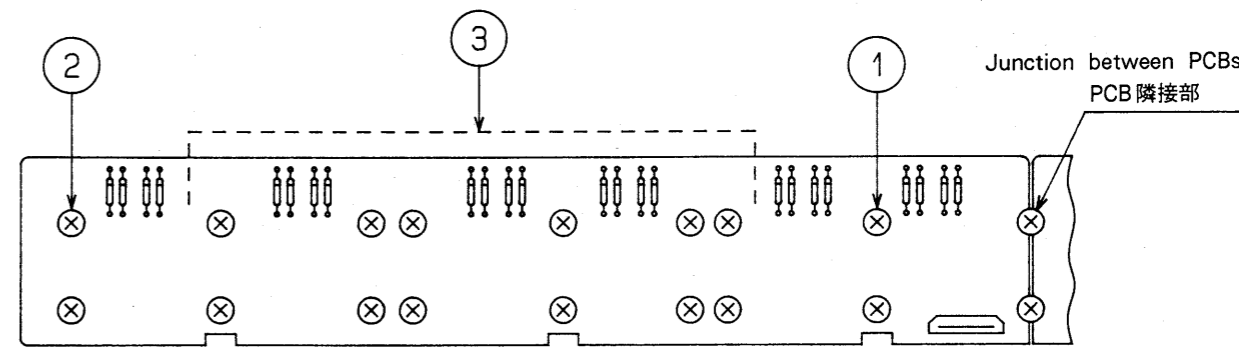

Fig.7
4) Next, use tap tite screws to fasten both the low and hi PCBs, beginning from the center section 1 of the keyboard. Since fastening the screws may cause the PCB to float away from the spacer, after fastening the center screws at location 1, next fasten 2, and finally 3 (see Fig. 7). Since the circuit board sometimes becomes warped because of soldering etc., tighten the screws while lightly pressing the center portion. Finally, screw down the junction between low and high PCBs.
4) 次に、タップタイトネジでPCB LOW、HIをとともに鍵盤中央部①からネジ止めしていきます。ネジ止めによって、PCBがスペーサーより浮き上がってしまうことがあるため、中央部、①をネジ止めた後、端部、②を先に締結します。(Fig.7を参照) 基板がハンダ付け等によってソリを生じていることがある為、中央部を軽く押えながらネジ止めするとよいでしょう。最後に、PCB LOW、HIの隣接部もネジ止めします。